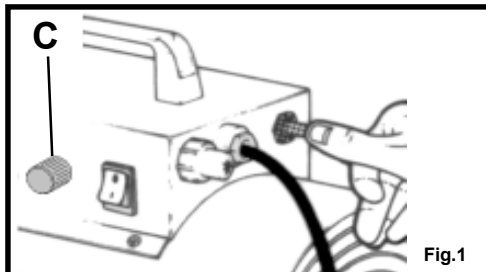

Fig.1
1. Ouvrir la bouteille de gaz et régler le réducteur (voir figure 1)
1. Propangasflasche öffnen (siehe Abb. 1)